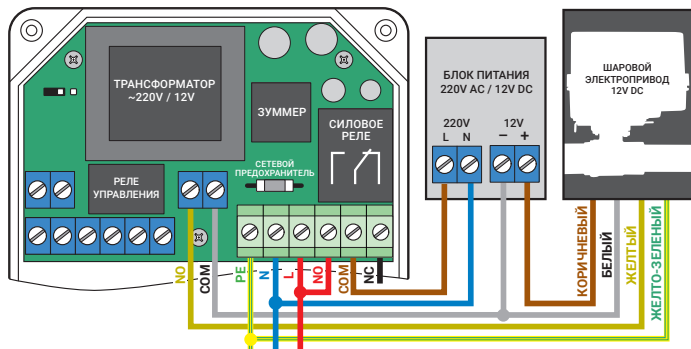

Рис. 7. Схема подключения шарового электропривода с напряжением питания 12 В
**6.5.** Рис. 7. Схема подключения к блоку управления шаровых электроприводов с напряжением питания 12 В. Дополнительные электроприводы подключаются параллельно.